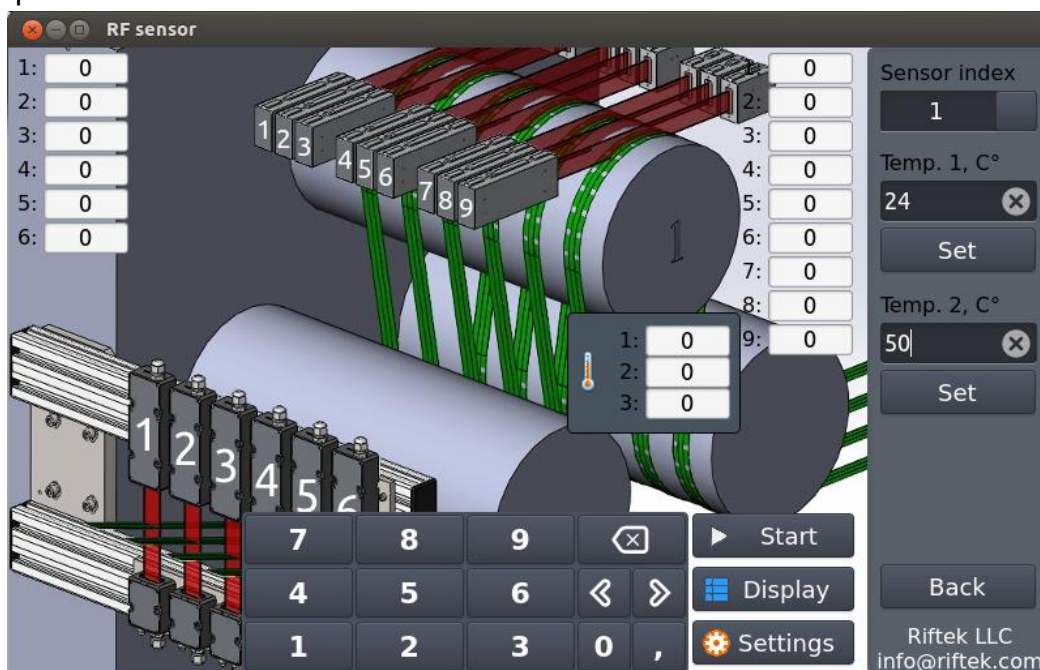

Рисунок 12
- открыть меню калибровки **Settings > Calibration** (рисунок 12)